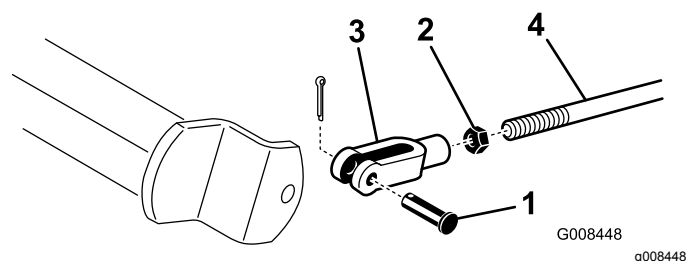

Figura 47
2. Nel caso in cui i freni non si blocchino in modo uniforme, togliete la coppiglia ed il perno del cavallotto per scollegare le aste dei freni (Figura 47).
3. Allentate il controdado e regolate il cavallotto come opportuno (Figura 47).
4. Montate il cavallotto sull'albero del freno (Figura 47).